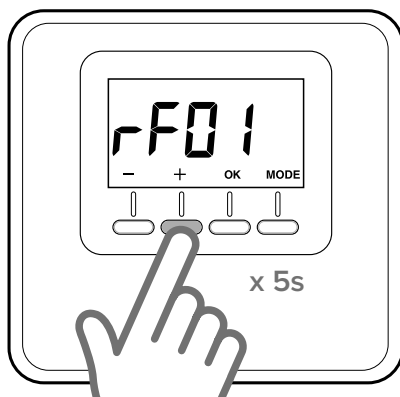

Fig. 6
- Apăsăți din nou tasta “+” pentru 5 secunde pentru a accesa parametri tehnici, ecranul afișează parametrul “rF01” (Fig. 6)